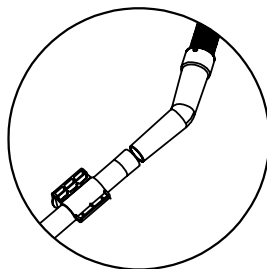

Fig. 7 – Conexión de la manguera
- Conecte la manguera al tubo metálico (Fig. 7).